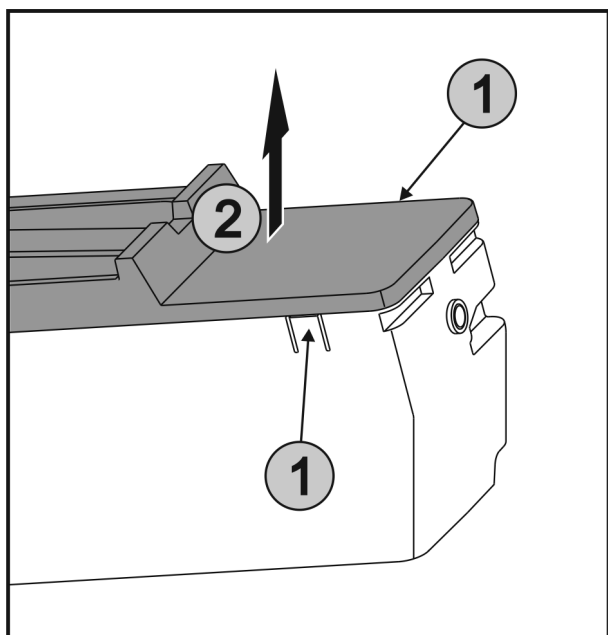

Fig. 55
- Appuyer simultanément sur les languettes Fig. 55 (1) des deux côtés de l'EasyTwist-Ice et retirer le couvercle Fig. 55 (2) vers le haut.